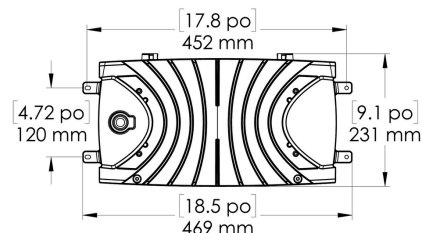

Fig. 18
4. Installer le boîtier du transformateur à l'endroit souhaité à l'aide de la quincaillerie fournie (voir les dimensions du boîtier du transformateur à la figure 18).